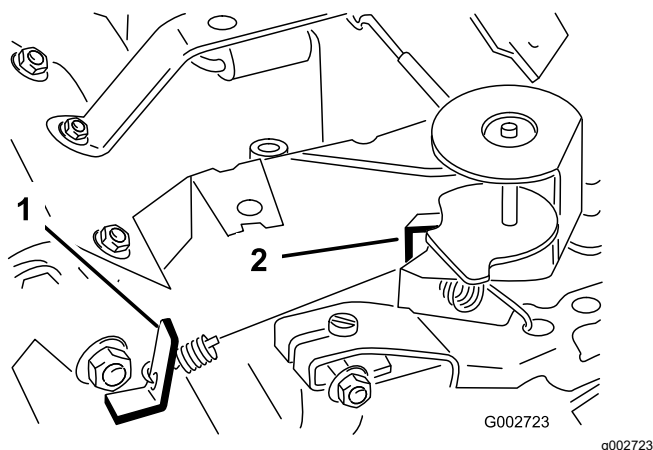

図 41
3. 調速アイドルスプリングアンカーの耳(図 41)を曲げて、エンジン速度を 1,675-1,175 rpm に調整する。
6. 高速アイドルスプリングアンカーの耳(図 41)を曲げて、エンジン速度を 3,350-3,450 rpm に調整する。